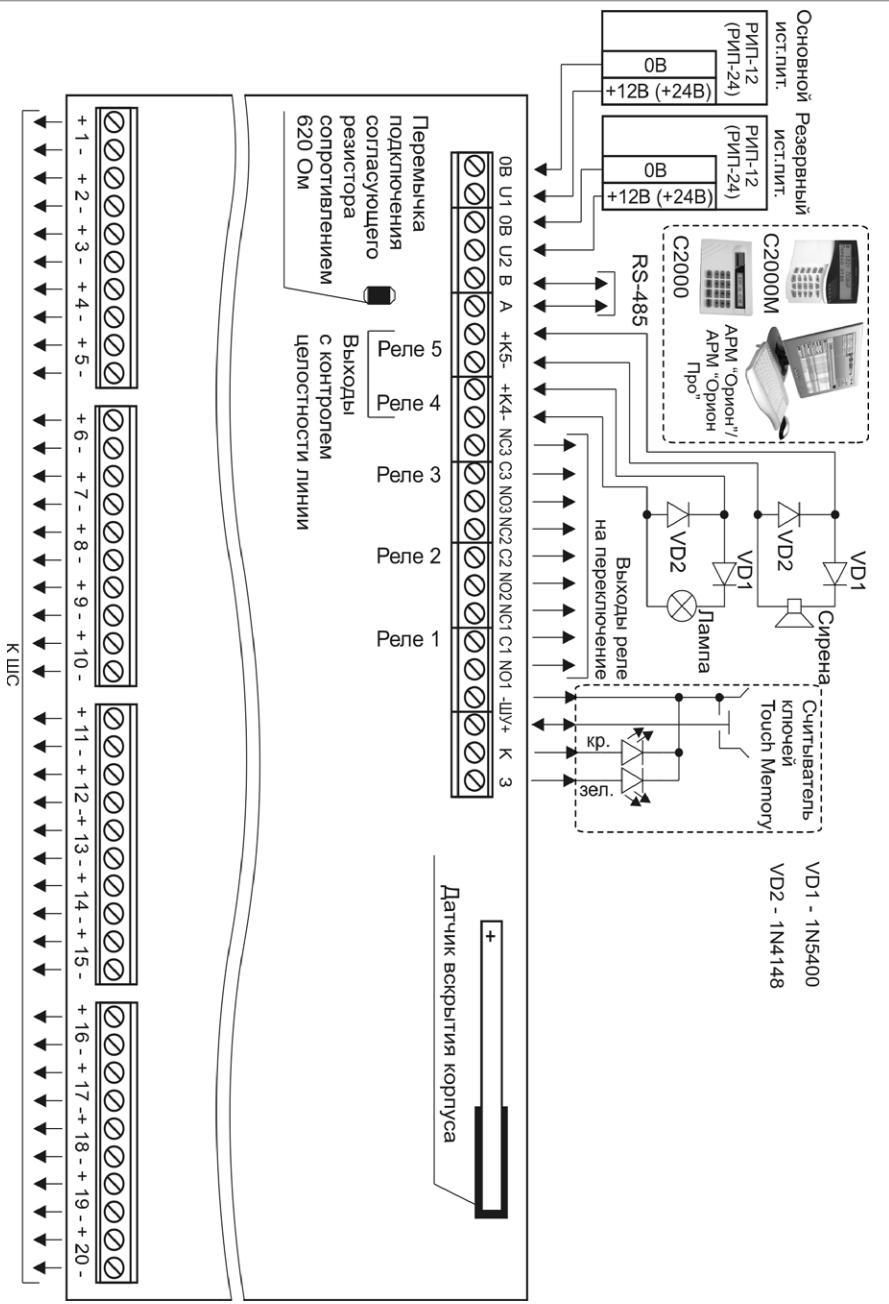

Рисунок 4.
1. Схема внешних соединений блока приведена на рис. 4.